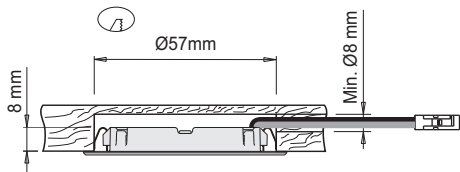

Fig 1
- To flush mount the device, bore a $\varnothing$ 57mm hole $\geq$ 8mm deep on the installation surface and then, if necessary, bore a $\varnothing$ $\geq$ 8mm exit hole for the power supply cable as illustrated in figure 1.
- Für den Einbau der Leuchte eine Bohrung mit $\varnothing$ 57 mm und einer Tiefe von ≥ 8 mm auf der Montagefläche ausführen und ggf. für den Austritt des Netzkabels eine Bohrung mit $\varnothing \geq 8$ mm ausbilden (Abb. 1).